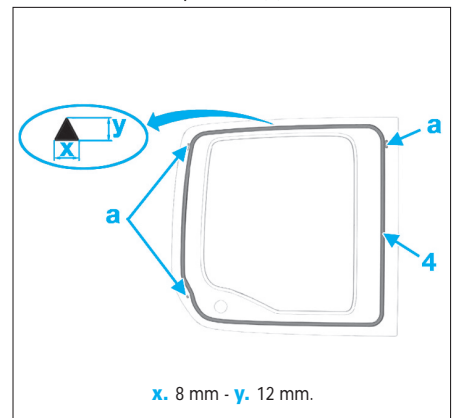

FIG. 15
- Tailler la buse de façon triangulaire pour obtenir un cordon de joint de largeur 8 mm et de hauteur 12 mm (Fig.15).
- Appliquer le joint (4) sur le pourtour de la vitre.